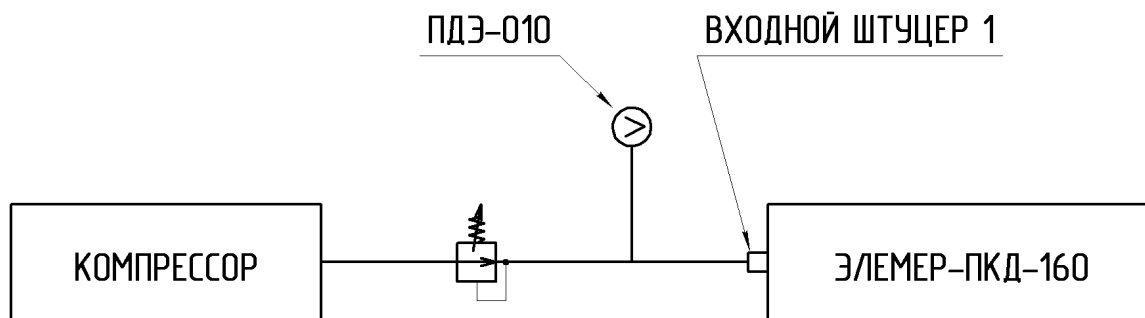

Рисунок 4.1
4.6.7.5. К входному штуцеру 1 подключают датчик давления (компрессор с регулятором, контроллер и т.д.) и ПДЭ-010 с диапазоном 60 МПа (модель 190) (см. рисунок 4.1).